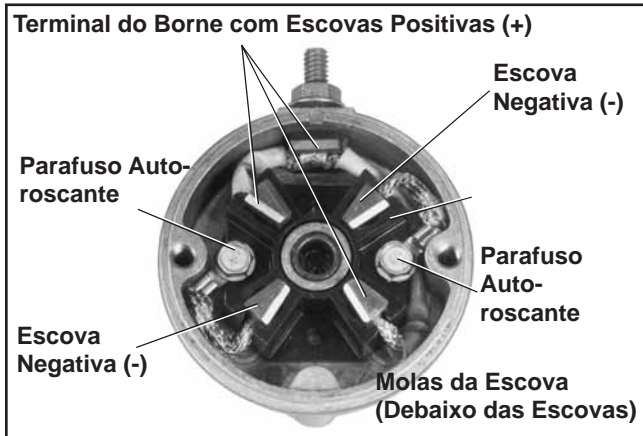

Figura 8-15. Tampa Terminal do Comutador Estilo "A" com Escovas.
1. Retire as molas da escova das bolsas no suporte da escova. Consulte a Figura 8-15.